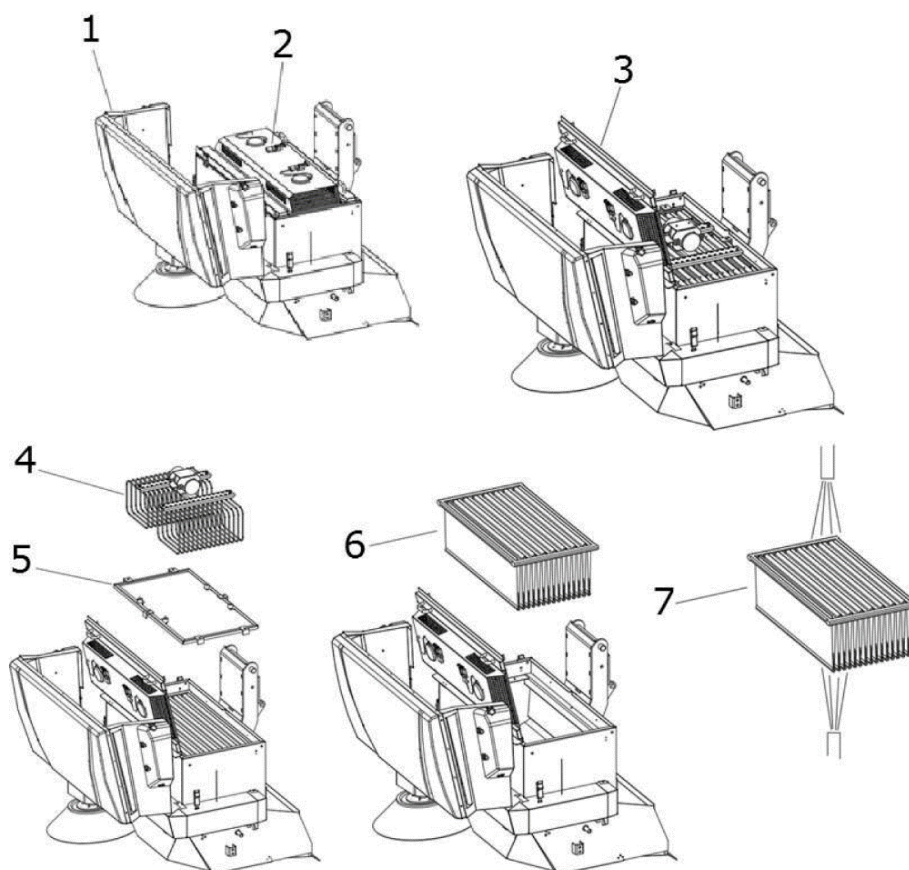

Figura 48
- Aprire la cover del filtro **Part. 1 Figura 48**;
- staccare gli spinotti dei motori di aspirazione **Part. 2 Figura 48**;
- sollevare il supporto dei motori di aspirazione **Part. 3 Figura 48**;
- smontare la gabbia del vibratore **Part. 4 Figura 48**;
- smontare il telaio del filtro **Part. 5 Figura 48**;
- smontare il filtro **Part. 6 Figura 48**.
Per pulirlo, dapprima bisogna scuoterlo (non violentemente), quindi, per pulirlo a fondo, con una pistola ad aria o simili soffiare dall'esterno all'interno, come illustrato in **Part. 7 Figura 48**. Nel rimontarlo, assicurarsi che la guarnizione nera di tenuta sia sempre ben inserita e centrata.